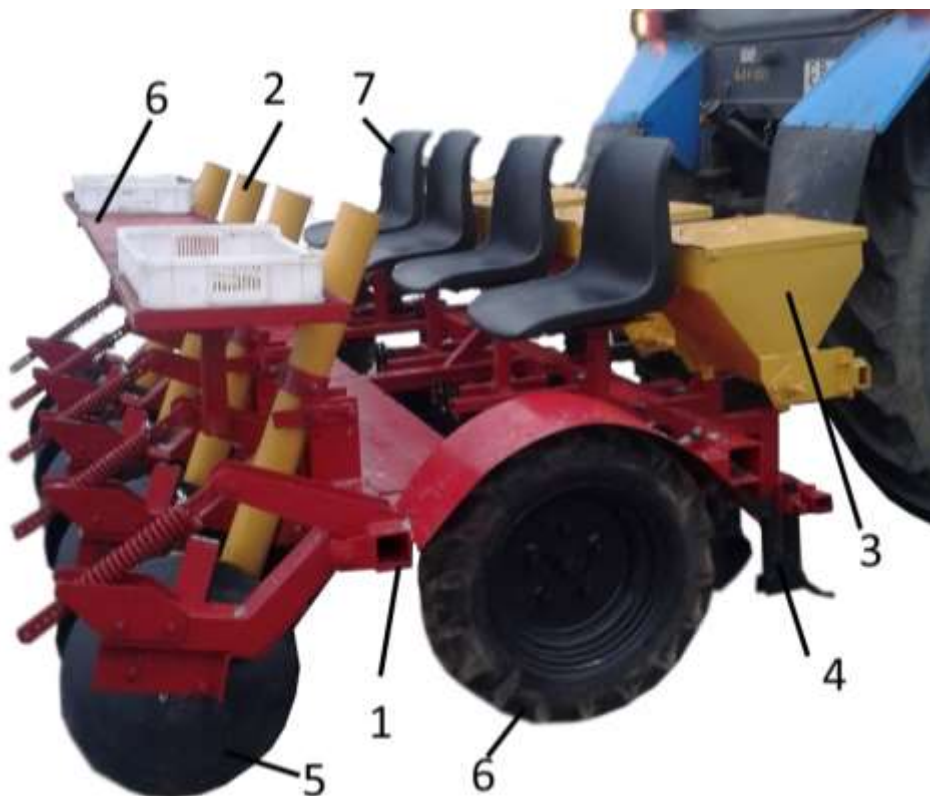

Рисунок 1 – Общий вид сажалки хрена CX-4
3.1 Сажалка (рис.1) представляет собой навесную машину, состоящую из несущей рамы 1, на которой с помощью хомутов крепятся высаживающие сошники 2, туковывсевающие аппараты 3 с тукопроводами и лапами-подкормщиками 4. За высаживающими аппаратами установлены бороздозакрывающие диски 5. Привод вращения туковывсевающих аппаратов осуществляется от опорно-приводного колеса 6 при помощи цепных передач. Для размещения пустых ящиков и ящиков с посадочным материалом на машине установлены стеллаж 6.